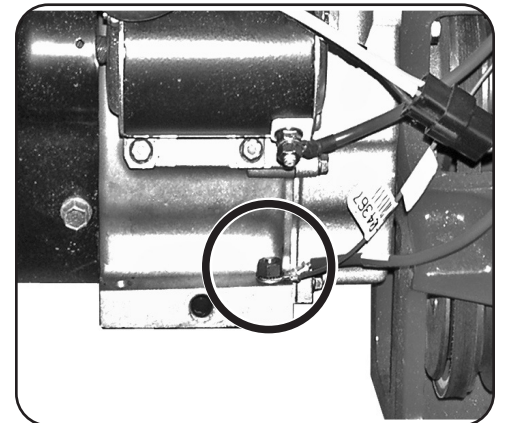

Figura 3-3
1. Conecte a tierra los cables verdes (y rojos para las cultivadoras con arranque eléctrico) que van al bloque del motor. Consulte la Figura 3-3.